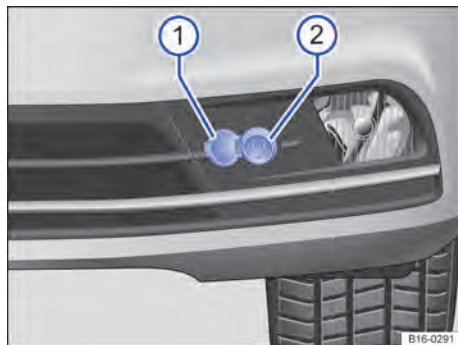

Fig. 108 No para-choque dianteiro: tomada de conexão ② para o pré-aquecimento do motor.
- Abrir a capa de cobertura → Fig. 108 ①.
- Conectar o cabo de conexão na tomada ②.
- Antes de ligar o motor, desconectar sempre o cabo de conexão e fechar a capa de cobertura ①.